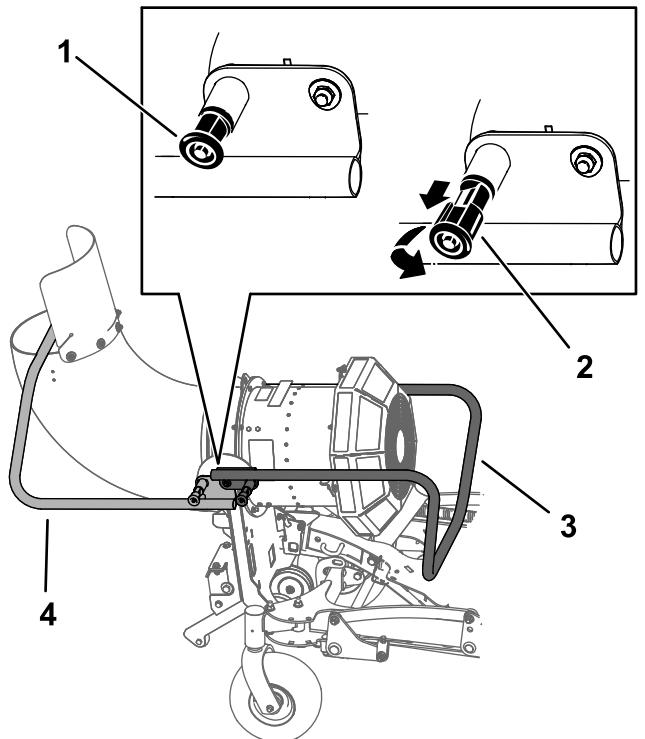

Figure 21
- Sortez les goupilles de verrouillage de la béquille de chaque côté de la machine, tournez-les de 90 degrés pour les désengager et faites pivoter la béquille à l'opposé de la machine (Figure 21). Engagez les goupilles et vérifiez qu'elles s'enclenchent en position.